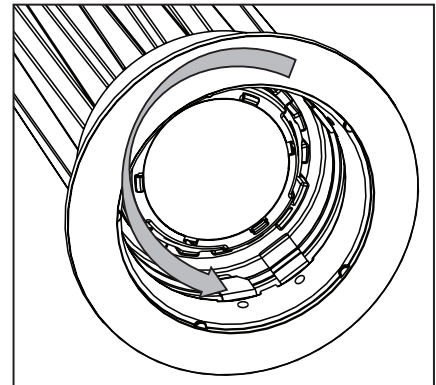

Figura 15
**Paso 2.** Gire el sujetador negro del óptico en el sentido contrarreloj para quitar el óptico y el sujetador (Figura 15).